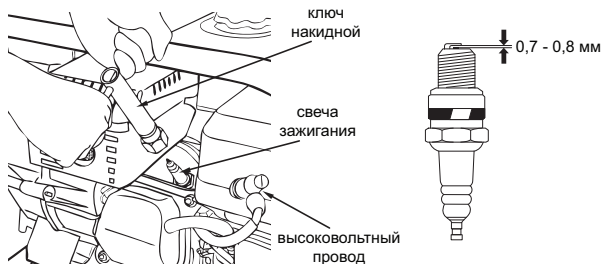

Рис. 13
- вывернуть маслосливную и маслосливную пробки (см. рис. 13);
- отсоединить высоковольтный провод от свечи зажигания и отвести его в сторону (см. рис. 13).